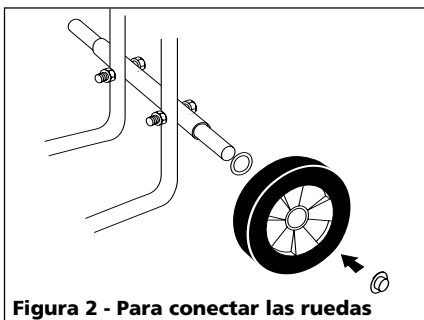

Figura 2 - Para conectar las ruedas
3. Coloque una arandela de 15,9 mm (5/8") de diámetro interno y una rueda en cada extremo del eje. Con un martillo, coloque una tuerca en cada extremo del eje para sostener las ruedas (Vea la Figura 2).